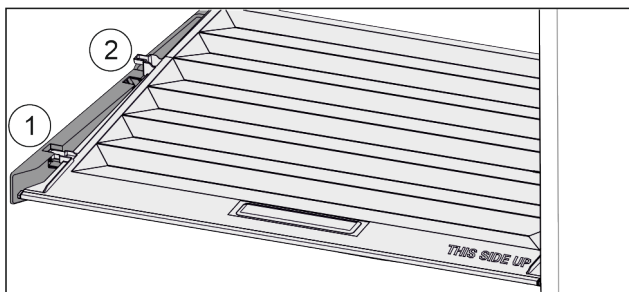

Fig. 26
- Deckel bis zur Öffnung in den Halteteilen nach vorne ziehen Fig. 26 (1).
- Hinten von unten anheben und nach oben wegnehmen Fig. 26 (2).